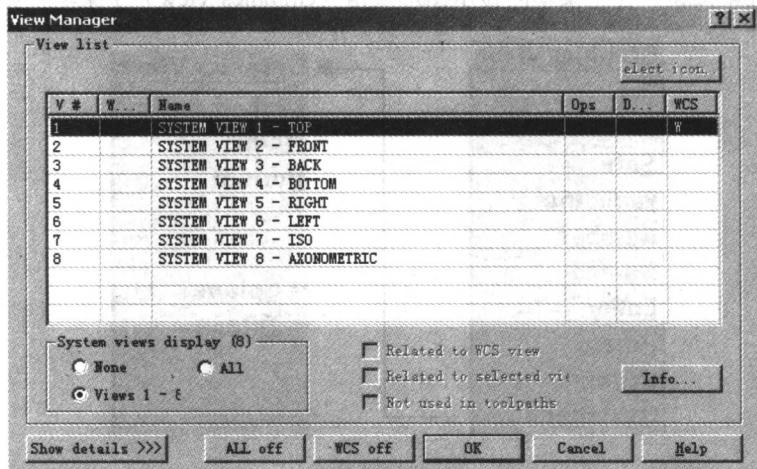

图 1-3
(6) Named：选择该命令，系统弹出 View Manager 对话框，如图 1-3 所示，在列表中选择一视角后，选择 OK 按钮，即可将该视角设置为当前视角。
(6) **Named:** 选择该命令，系统弹出 View Manager 对话框，如图 1-3 所示，在列表中选择一视角后，点击 OK 按钮，即可将该构图平面设置为当前构图平面。